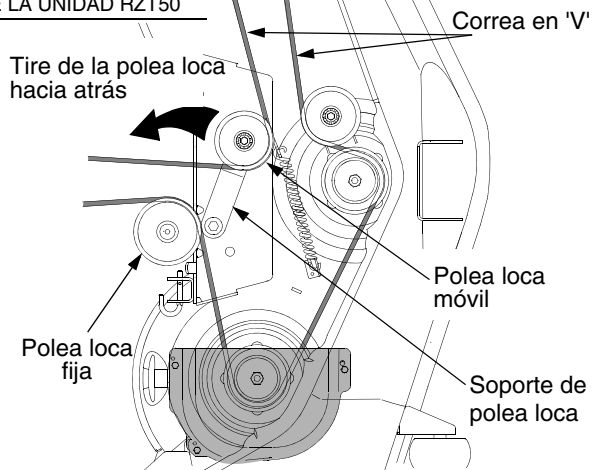

Figura 30
- Desde la parte media del tractor, haga girar el soporte de polea loca y la polea loca móvil hacia atrás, separándolos de la parte posterior de la correa en 'V' a una distancia suficiente que permita levantar la correa hacia arriba, por encima de la polea loca. Vea Figura 30.
- Orienta el lado trasero de la correa alrededor de la polea loca fija de la plataforma. Consulte la Figura 30.
- Desde la parte media del tractor, haga girar el soporte de polea loca/ la polea móvil hacia atrás contra la tensión del resorte y deslice la parte trasera de la correa en la polea loca móvil. Consulte la Figura 30.
- Asegúrese de que la correa esté en las poleas del husillo de la plataforma y que el lado trasero de la correa esté contra las poleas locas fija y móvil. Consulte la Figura 30.